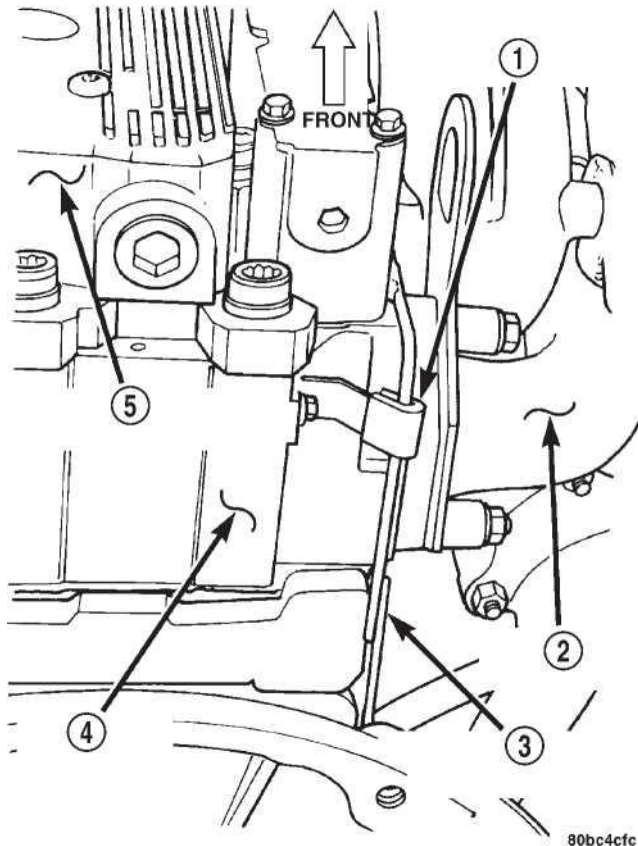

Рис. 58 Стопорный зажим линии подачи масла головки цилиндра
(22) Удалите нефтяной стопорный зажим линии питания с задней стороны головки цилиндра (Рис. 58).